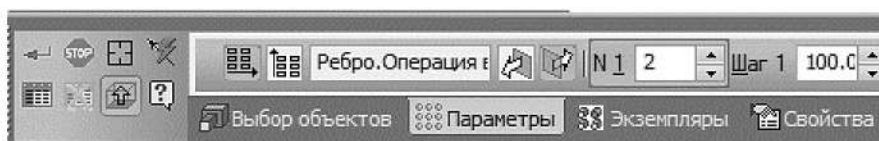

Рисунок 3.79. Свойства построения массива
7.5 На Панели свойств включите кнопку **Обратное направление**  (рисунок 3.79).